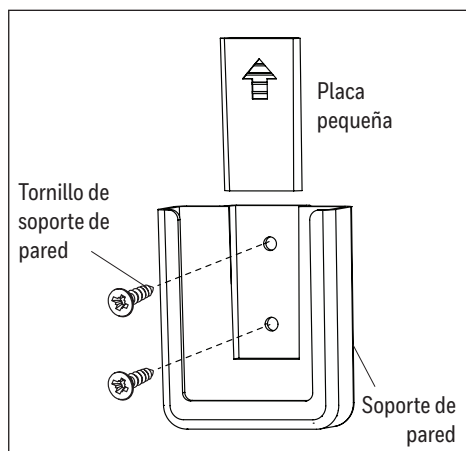

Figura 5.6
6. El paquete remoto viene equipado con un soporte de pared. Si desea instalar el soporte de pared, retire la placa pequeña para dejar al descubierto los orificios para tornillos. Inserte los tornillos de soporte de pared para el soporte de pared por los orificios y en la pared, y luego cubra con la placa pequeña que retiró previamente. Se puede guardar el control remoto en el soporte de pared para un fácil acceso (Figura 5.6).